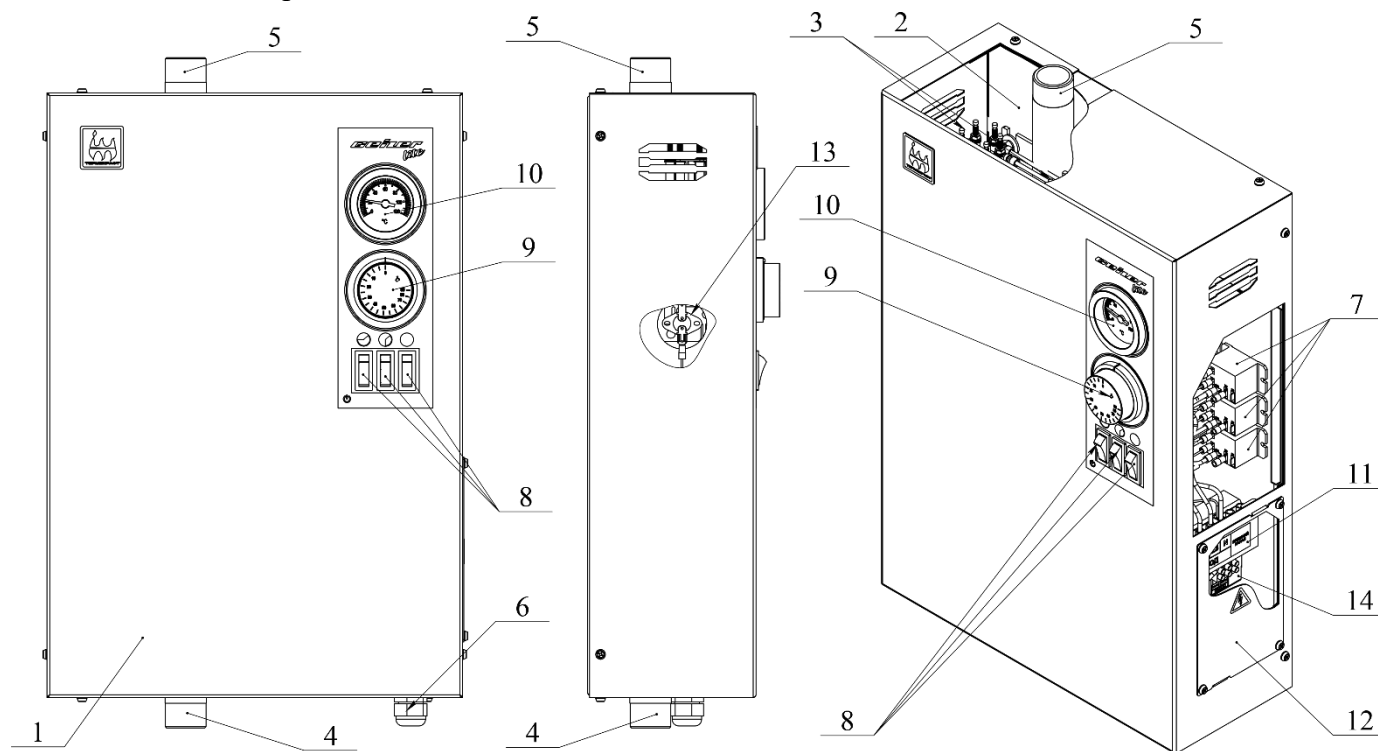
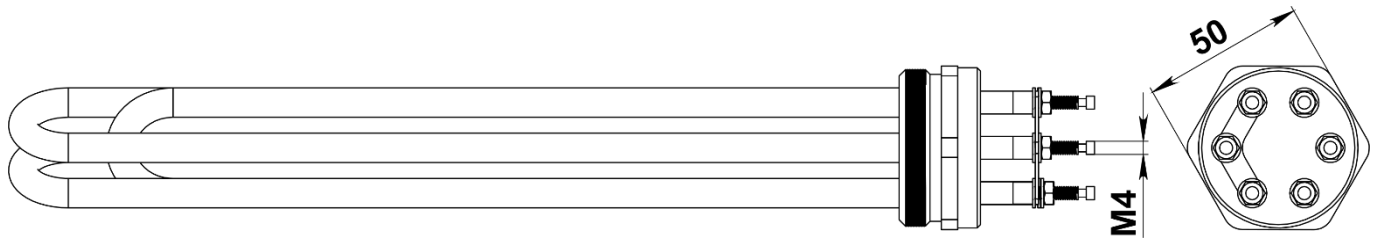

Рис. 2 Устройство водонагревателя
Рис. 3 Блок трубчатых электронагревателей (ТЭНб)
Внутренний корпус электроводонагревателя представляет собой стальной резервуар, обернутый теплоизоляционным материалом, с подающим и обратным патрубками (Рис.2 поз. 4,5), предназначенными для присоединения котла к системе отопления.
Сверху к резервуару приварены муфты, куда на резьбе вкручены два блока трубчатых электронагревателей (ТЭНов) (Рис.2 поз. 3). Блок ТЭНов (Рис. 3) предназначены для нагрева теплоносителя в системе отопления. ТЭНБ представляет собой фланец с наружной резьбой, в который
Снаружи корпус котла закрыт декоративным кожухом (Рис. 2 поз. 1). В верхней части внутреннего корпуса котла находится биметаллический термоограничитель (Рис. 2 поз. 13), который отключает нагрев и предотвращает закипание теплоносителя при аварийных ситуациях, связанных с отказом терморегулятора и настроен на температуру 95°C. При остывании термоограничитель возвращается в рабочее положение.
В верхней части электроводонагревателя на панели котла смонтирован блок управления. В нем установлены клавишные выключатели (Рис.2 поз. 8), электромагнитные реле (Рис.2 поз. 7), капиллярный термометр (Рис.2 поз. 10) и терморегулятор (Рис.2 поз. 9), управляющий работой котла.
Отсек монтажной колодки расположен сбоку в нижней части котла. В данном отсеке производится подключение электроводонагревателя к питающей сети. Для подключения к сети не нужно разбирать корпус котла, достаточно снять лючок отсека подключений (Рис. 2 поз. 12).
При включении первого клавишного выключателя (Рис. 2 поз.8) в положение «ВКЛ» подается питание на электромагнитное реле - подключается первая ступень мощности блока ТЭНов (Рис. 2 поз. 3).
В дополнительной колодке предусмотрено подключение циркуляционного насоса (Рис.2 поз. 14). Насос может работать в двух режимах:
- Снять лючок отсека подключений (Рис.2 поз. 12), предварительно выкрутив винты крепления;